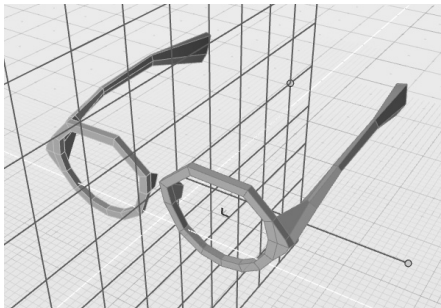

图 6-63 创建眼镜另一侧镜像
2) 使用“镜像”工具, 根据 YZ 平面, 创建另一侧的镜像, 如图 6-63 所示。